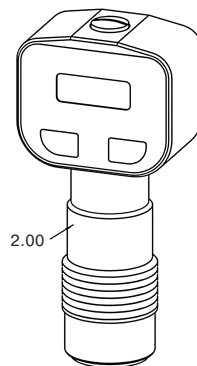

Рис.6. Проверка цифрового твердомера НРЕ II.
- Включите твердомер НРЕ II (2.00, Рис.6).